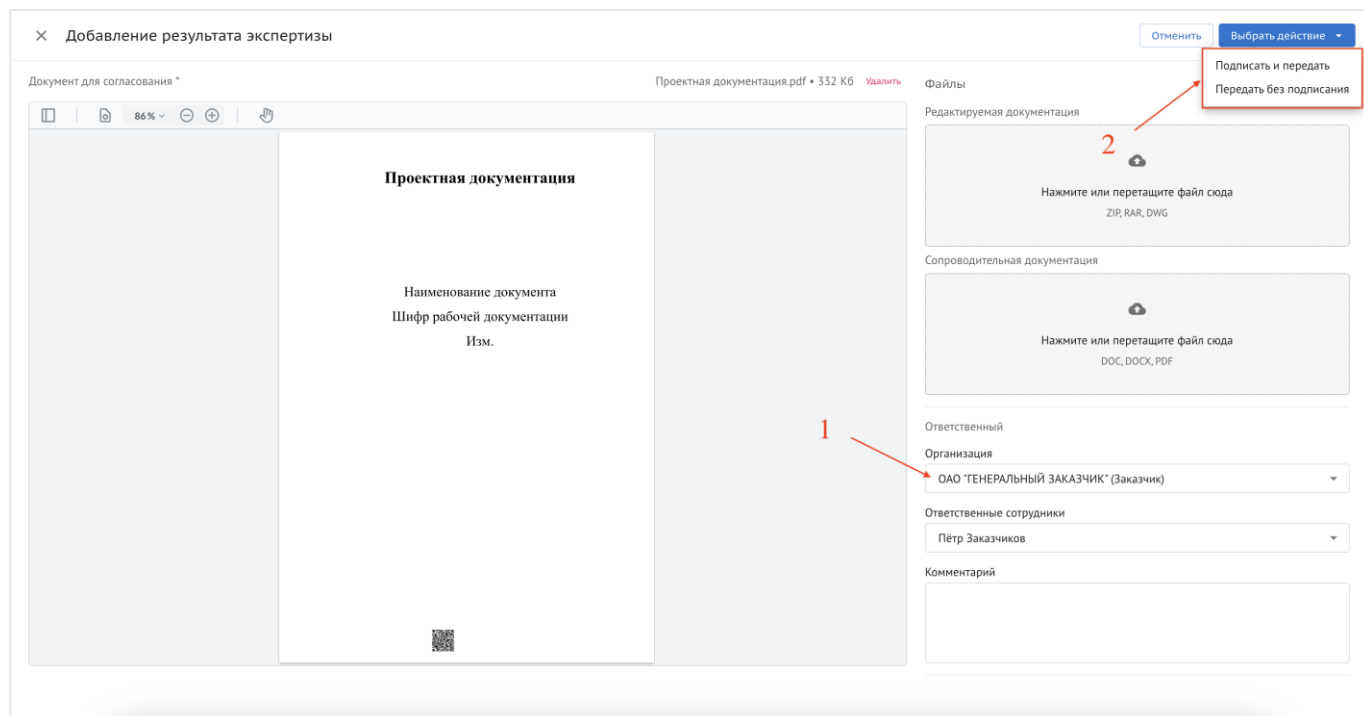

Рис. 95 – Передача на согласование результатов экспертизы
2.4. Спустившись ниже, в окне интерфейса загрузки результатов экспертизы, необходимо выбрать ответственного за согласование этих результатов (1) и совершить передачу документа (2) после чего документ приобретет статус «Экспертиза» (рис. 95).